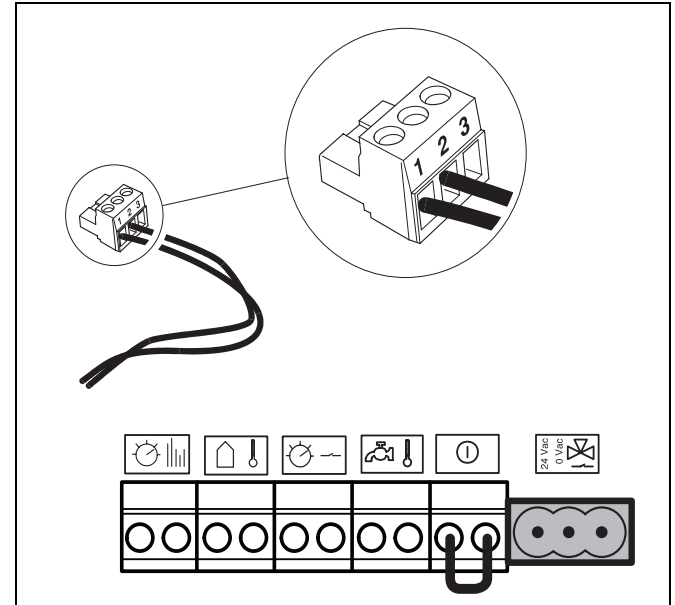

fig. 7 Aansluitklem voor 24V-voeding bij UBA3-toestellen
- Verbind de i-Service-box met de aansluitklem (zie fig. 7):